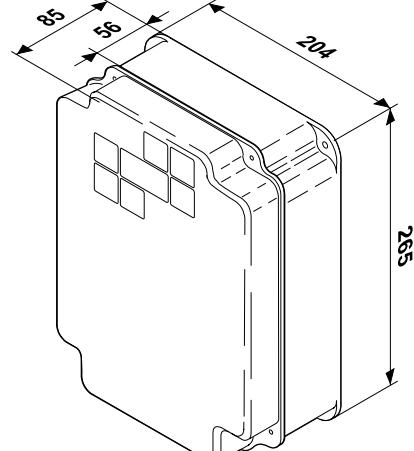
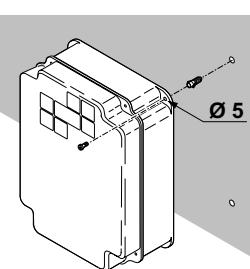
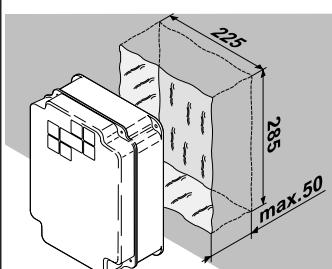

Abb. 10
Abb. 11
Abb. 12
- 14) Das Gehäuse des elektronischen Steuergeräts unter Beachtung der Maße von Abb. 10 in der gewünschten Position einbauen. Es kann zwischen AP- (Abb. 11) oder UP-Befestigung (Abb. 12) gewählt werden.